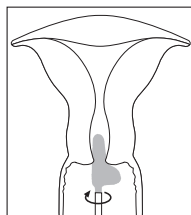

Fig. 2
4. Tenendo il tampone in questa posizione, ruotare il tampone 3 volte in senso orario e 3 volte in senso antiorario, assicurandosi che il segmento lungo della „L” sia in contatto con il canale cervicale e il segmento corto della „L” ruoti attorno alla zona ectocervicale; vedere Fig. 2.